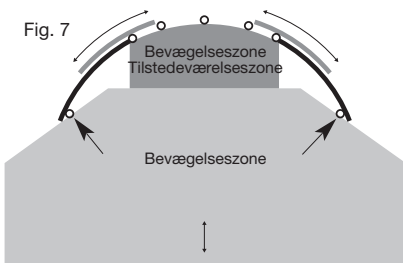

Fig. 7
**Buet dør inderside:** Brug 7 markører (se fig. 7)